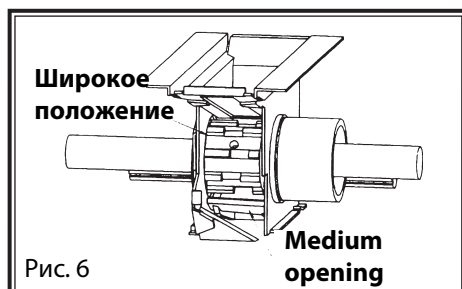

Рис. 6
- Широкое положение с большими чередующимися нишами, используется для стандартных или больших семян. (рис. 6 и 7).